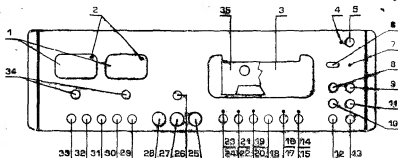
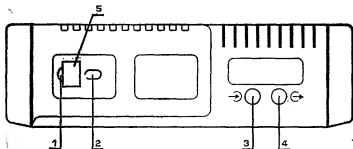
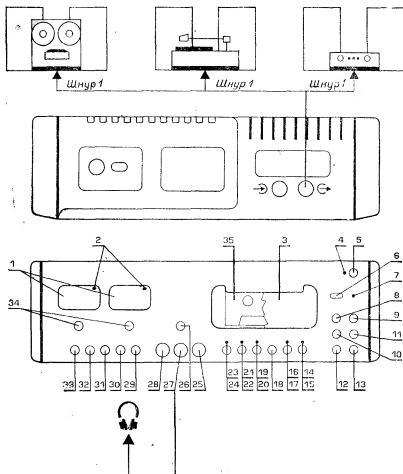
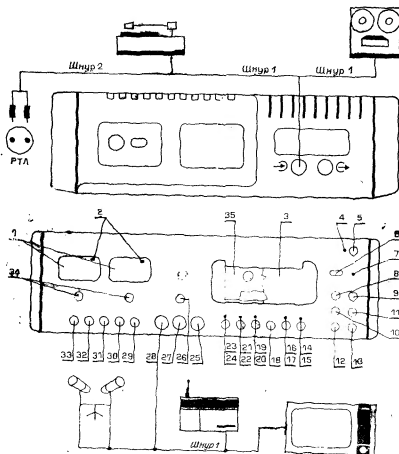

Рис. 2
Рис. 3.
Рис. 4.
Рис. 5.
4. 4. Расположение и назначение органов управления показано на рис. 2 и 3.
Перед включением магнитофона в сеть убедитесь, что кнопка «сеть» (см. рис. 2, поз. 5) находится в отжатом положении. Присоедините соединительный сетевой шнур (см. рис. 1) к сетевому гнезду (см. рис. 3, поз. 2) магнитофона и включите его в розетку. Нажмите кнопку «сеть». При этом должен загореться светодиод индикации включения магнитофона в сеть (см. рис. 2, поз. 4).
Выключите магнитофон повторным нажатием кнопки «сеть». Отключите сетевой шнур питания магнитофона от сети и от магнитофона и сдвиньте крышку (см. рис. 3, поз. 5) в направлении, указанном стрелкой.
Взявшись за головку держателя предохранителя, поверните ее против часовой стрелки до момента, пока внутренняя пружина не вытолкнет ее из гнезда (см. рис. 3, поз. 1).
При установке кассеты типа МК 60-1, МК 60-2, МК 60-3 с магнитной лентой тип I нажмите кнопку включения коррекции, обозначенную «Fe» (см. рис. 2, поз. 31). При установке кассеты МК-60-4 с магнитной лентой тип II нажмите кнопку «Ст» (см. рис. 2, поз. 32).
При установке кассеты с магнитной лентой тип III нажмите кнопку «FeCr» (см. рис. 2, поз. 30).
Нажмите на кнопку воспроизведения «» кнопочной станции магнитофона (см. рис. 2, поз. 22), при этом должен загореться светодиод индикации включения воспроизведения, расположенный над кнопкой (см. рис. 2, поз. 21).
При прослушивании записей на головные стереотелефоны подключите их в гнездо «» (см. рис. 2, поз. 27), регулятором «ГРОМКОСТЬ» (см. рис. 2, поз. 26), установите необходимую громкость.
Для временного останова движения ленты нажмите кнопку «» (см. рис. 2, поз. 15), при этом должен загореться светодиод индикации временного останова, расположенный над кнопкой.
Для уменьшения уровня шумов при воспроизведении включите систему шумопонижения кнопкой «ПШ» (см. рис. 2, поз. 33). Система шумопонижения выключается повторным нажатием кнопки (см. рис. 2, поз. 33).
подключить к гнезду линейного выхода (см. рис. 3, поз. 4), второй к соответствующему гнезду усилителя низкой частоты (рис. 4). Для прослушивания записи с помощью стереотелефонов подключите их к гнезду «» (см. рис. 2, поз. 27).
нажмите кнопку «» и, удерживая ее в этом положении, нажмите кнопку  кнопочной станции магнитофона (см. рис. 2, поз. 17, 22), при этом должны загореться светодиоды индикации включения режимов (см. рис. 2, поз. 16, 21).
Номинальный уровень записи устанавливается регуляторами уровня записи (см. рис. 2, поз. 34) по стрелочным индикаторам (см. рис. 2, поз. 1) и пиковым (светодиодным) индикаторам (см. рис. 2, поз. 2). Стрелки индикаторов при самом большом сигнале не должны выходить за границы сектора (0 дБ), а пиковые индикаторы не должны загораться. Так как промышленность выпускает большое количество лент, имеющих параметры отличные от параметров лент, на которых настраивается магнитофон, то для установки номинального уровня записи, обеспечивающего наиболее качественную запись, рекомендуется выполнить несколько пробных записей с различными номинальными уровнями, при этом допускается неидентичное положение регуляторов уровня записи.
Подготовьте магнитофон к записи (п. 5. 5. 1.). Для записи стереофонической программы необходимо подключить соединительный шнур 1 в соответствии со схемой соединений (см. рис. 5) ко входному гнезду «  » магнитофона (см. рис. 3. поз. 3) и выходному гнезду источника сигнала.
Подготовьте магнитофон к записи. Для записи монофонической программы с радиотрансляционной линии подключите соединительный шнур 2 (см. рис. 1) концом, не имеющим разветвлений к входному гнезду «  » магнитофона (см. рис. 3, поз. 3), а однополюсными вилками к розетке радиотрансляционной линии.
**Примечание:** При записи по п.п. 5.5.3 и 5.5.4 кнопка «  » (см. рис. 2, поз. 29) должна находиться в отжатом состоянии.
Подготовьте магнитофон к записи (см. п. 5. 5. 1.). Подключите стереомикрофоны в гнездо «  » (см. рис. 2, поз. 28) в соответствии со схемой соединений при записи (см. рис. 5) и нажмите кнопку «  » (см. рис. 2, поз. 29).
Подключите соединительный шнур 1 в соответствии со схемой соединений (см. рис. 5) к гнезду «  » (см. рис. 2, поз. 28) и к выходному гнезду приемника или телевизора и нажмите кнопку «  » (см. рис. 2, поз. 29).
Для перемотки ленты вперед нажмите кнопку перемотки вперед, обозначенную знаком «  » на кнопочной станции магнитофона (см. рис. 2, поз. 20), при этом должен загореться светодиод индикации перемотки, расположенный над кнопкой (см. рис. 2, поз. 19); для перемотки ленты назад нажмите кнопку перемотки назад, обозначенную знаком «  » (см. рис. 2, поз. 24).